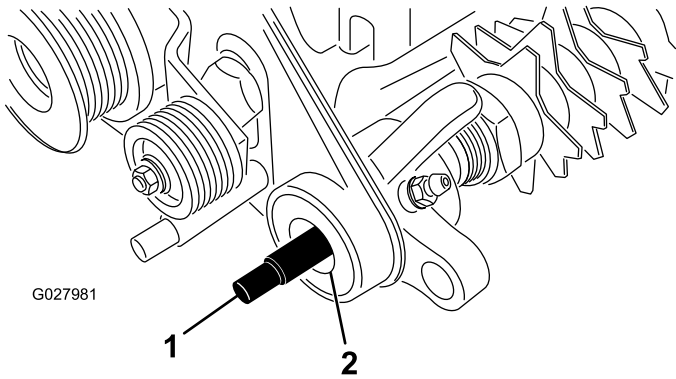

図 9
1. 駆動プレートとサポートプレート部分で、グルーミングシャフトの両端部とシールリップにグリスを薄く塗る 図 9。全部のベアリング、プッシュ、シールの取り付けが適切であることを確認する。